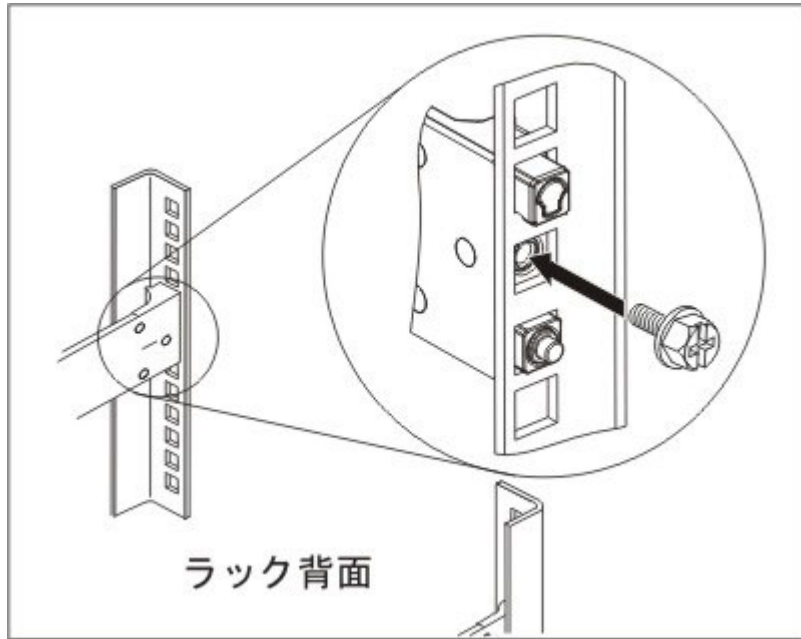

図 12. ラックのスライド・レールへアプライアンスを固定する
4. 22 ページの図 12 に示されているように、アプライアンスのスライド・レールをラックに固定します。